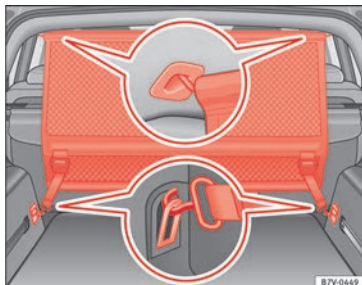

Fig. 167 Dans le coffre à bagages : mettre en place le filet de séparation derrière la deuxième rangée de sièges.
- Accrochez le filet de séparation au support arrière gauche du pavillon » **fig. 167**. Veillez pour cela à guider la barre depuis la partie supérieure vers le bas.
- Fixez les deux crochets du filet de séparation sur les sangles avant du coffre à bagages » **fig. 167** puis tendez les ceintures.
- Accrochez le filet de séparation au support avant gauche du pavillon » **fig. 167**. Veillez pour cela à guider la barre depuis la partie supérieure vers le bas.
- Libérez les crochets du filet de séparation des œillets » **fig. 167**.
- Décrochez le filet de séparation du support droit du pavillon » **fig. 167** en appuyant sur la barre.